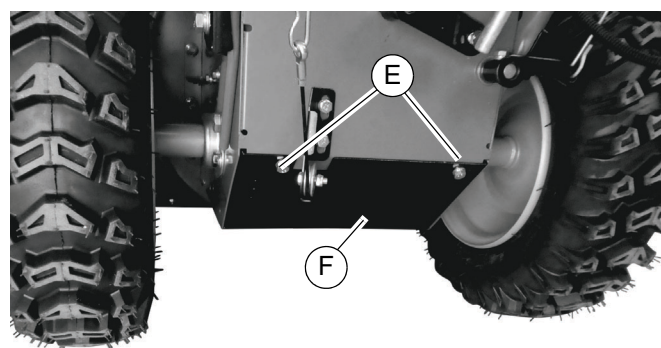

Figure 4-7. Emplacement des vis du carter de transmission
3. Voir **Figure 4-7**. Retirer les deux vis (E) de fixation du carter de transmission (F) à l'aide d'une clé de 10 mm.